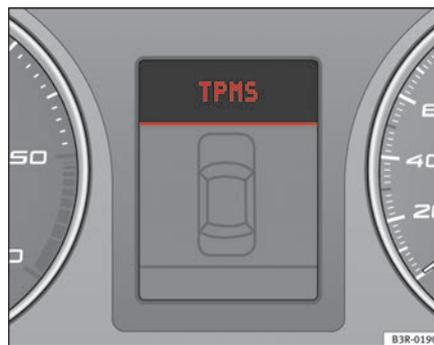
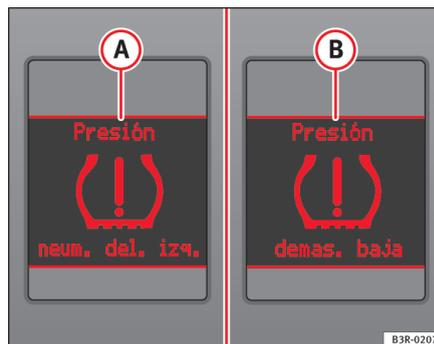

Fig. 45 Afficheur : défaut du système
Fig. 46 Afficheur : alerte avec message d'alerte ▶
Le témoin jaune (L) s'allume d'une manière permanente lorsque le système est endommagé ou que la pression de gonflage d'au moins l'un des pneus est trop basse. En cas de défaut du système, l'affichage TPMS s'allume dans l'afficheur central du tableau de bord ⇒ page 70, fig. 45. En cas de perte de pression rapide des pneus, le message (A) apparaît sur l'afficheur central du tableau de bord ⇒ page 70, fig. 46. En cas de perte de pression lente des pneus, le message (B) apparaît sur l'afficheur central du tableau de bord ⇒ page 70, fig. 46. Ce message ne précise pas le pneu concerné. Si c'est le cas :